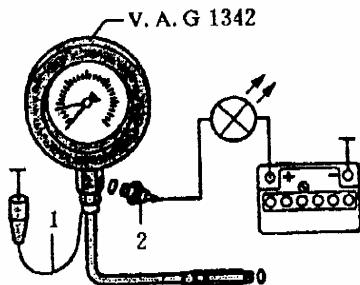

图 4-97 检测机油压力开关和机油压力
(1) 检查机油压力开关机油压力时应满足以下条件：
- ①机油油位正常；
- ②点火开关打开后，机油压力报警灯必须亮；
- ③自动检查系统的显示屏必须显示“OK”；
- ④机油温度约 80℃。
(2) 机油压力开关的检查。断开机油压力连接导线，拧下机油压力开关，并装上机油压力检测仪 V.A.G1342 (如图 4-97 所示)，将机油压力开关 2 装到 V.A.G1342 上，检测仪棕色导线 1 接地 (—)。将二极管测试灯 V.A.G1527 连接到机油压力开关及蓄电池正极 (+)。测试灯应不亮。若测试灯亮，则须更换机油压力开关。起动发动机，压力达 120~160kPa 时测试灯应亮，若测试灯不亮，则须更换机油压力开关。
(3) 机油压力的检查。断开机油压力开关连接导线。拧下机油压力开关，并装上机油压力测试仪 V.A.G1342 (见图 4-97)。将机油压力开关装到 V.A.G1342 上。